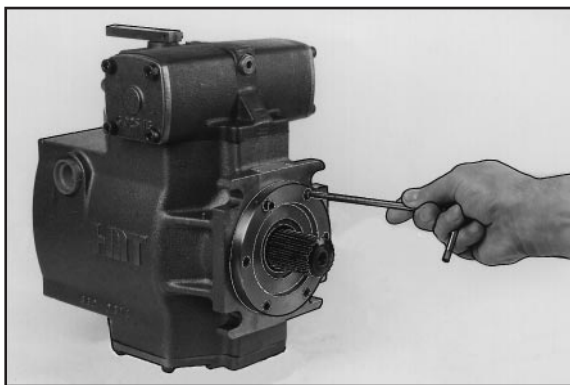

Fig. 10
5.4.3 - Allentare ed estrarre le viti di fissaggio (69) (fig.10) che con l'anello seeger (101), assicurano il coperchio anteriore (7).
5.4.3 - Unscrew and remove fixing screws (69) (fig.10) which, together with spring ring (15), secure the front cover (7).